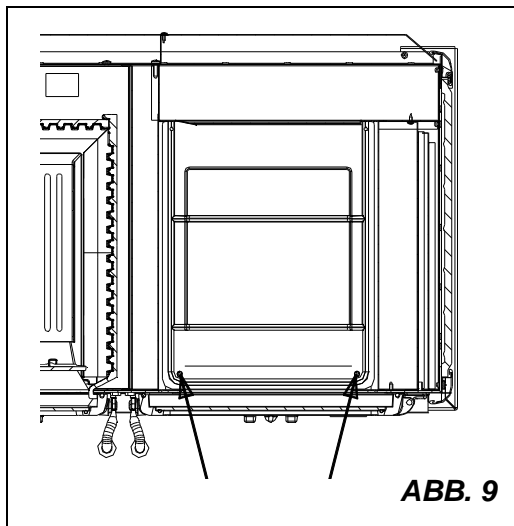

ABB. 9
2. die beiden Schrauben entfernen, die die Platte am Boden des Backofens fixieren und in der Nähe der Schwelle angebracht sind (siehe ABB. 9);